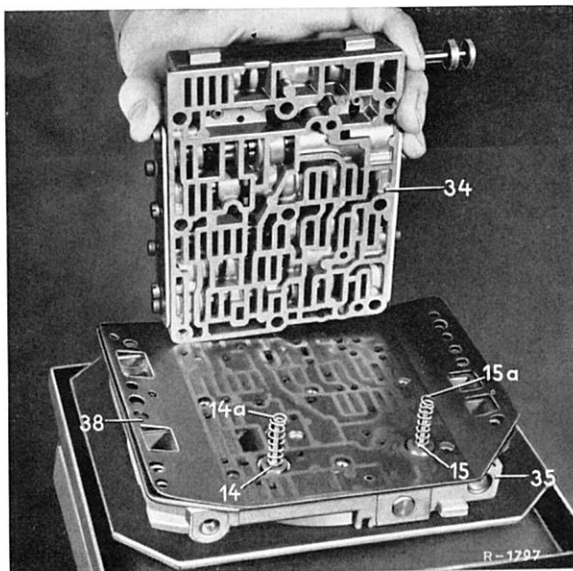

Bild 27-18/4
Anm.: Beim Abnehmen des Zwischenblechs (37) (Bild 27-18/6) von der Ölverteilerplatte (35) auf das Schmierdruckventil (29), die Feder (29a) und auf die beiden Rückschlagventile Primärpumpe (14) und Sekundärpumpe (15) samt Federn (14a und 15a) achten. Letztere sitzen ebenfalls lose in ihren Führungen im Schaltschiebergehäuse-Unterteil (34) (Bild 27-18/4).